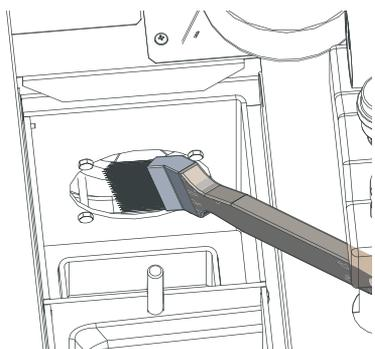

Fig. 66 Nettoyer la roue de ventilation et aspirer
- ▶ Nettoyer la roue de ventilateur avec un pinceau – Fig. 66.